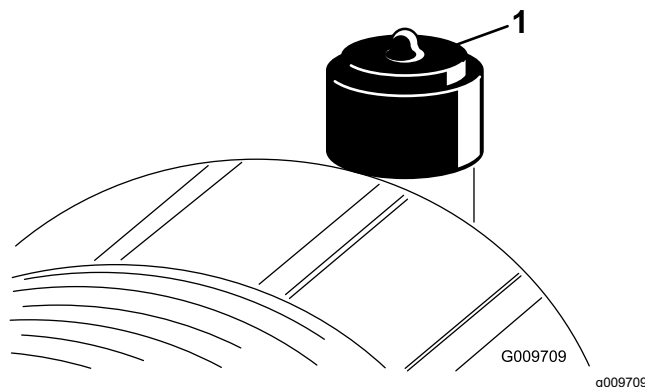

Рисунок 53
Элемент воздухоочистителя следует обслуживать только при соответствующем показании индикатора засорения (Рисунок 53). Более частая замена элемента воздухоочистителя (без необходимости) ведет лишь к повышению вероятности попадания грязи в двигатель при снятии элемента.
2. Сбросьте индикатор засорения (Рисунок 53), если он стал красным.